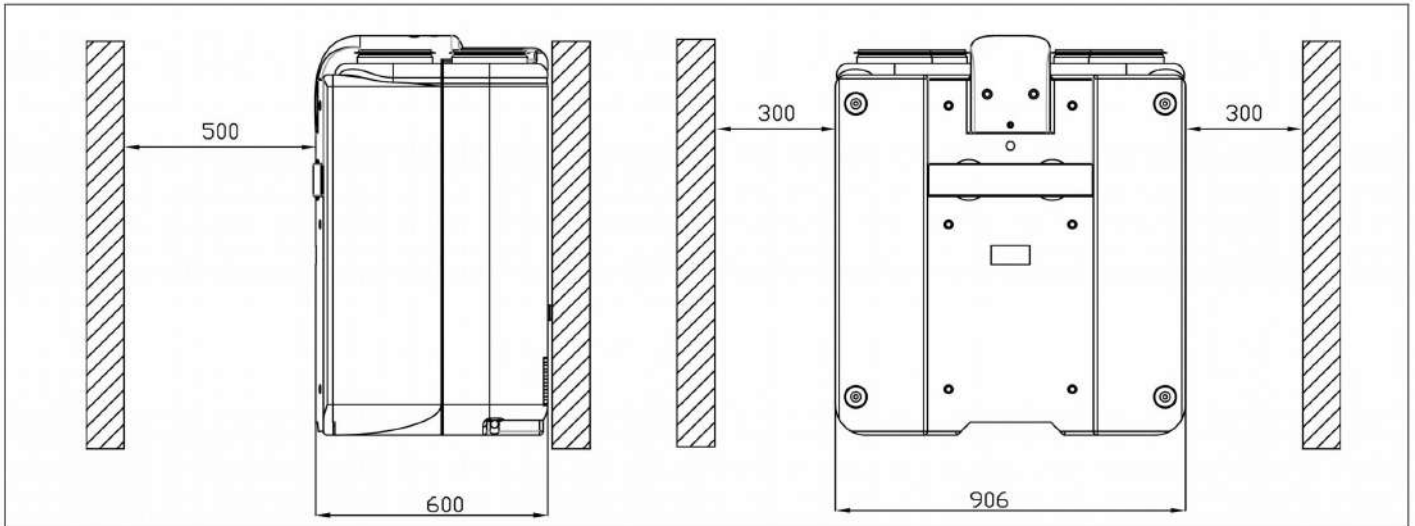

Fig.9
- Prevedere uno spazio frontale sufficiente per le operazioni di manutenzione (Fig. 9).
- Leave an accessible front space for service (Fig. 9).